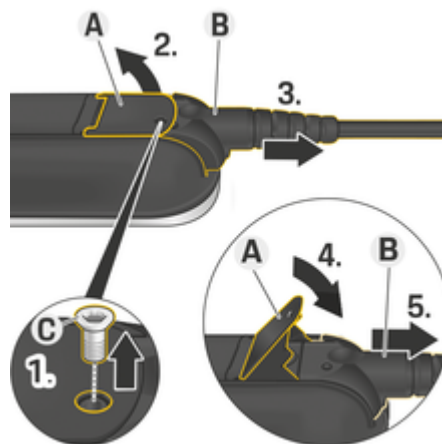

Fig. 28: Débranchement du câble
1. Desserrez la vis **C** (Fig. 28) à l'aide d'un outil approprié.
2. Levez le levier **A** (Fig. 28).
3. Sortez le connecteur **B** (Fig. 28) jusqu'au premier point de résistance.